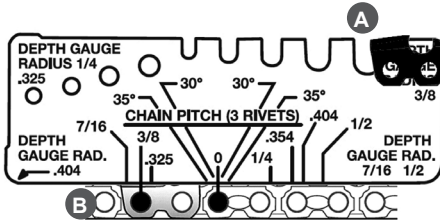

Рис. 24 Использование шаблона
ке глубины резания («DEPTH GAUGE RADIUS») (Рис. 24 п. А). С помощью данного шаблона можно проверить форму ограничителя глубины резания для пильных цепей с шагом 0.325", 3/8", 0.404", 7/16" и 1/2".
6. Определение шага пильной цепи («CHAIN PITCH (3 RIVETS)») (Рис. 24 п. В). Для примера на Рис. 24 показана пильная цепь с шагом 3/8".